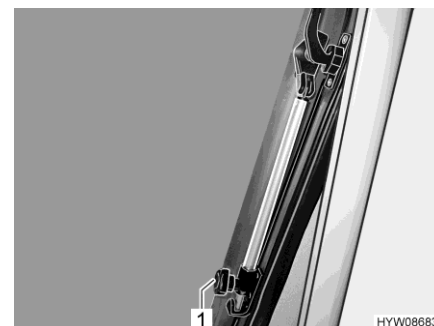

Bild 39 Vridspärr (taklucksfönster)
- Taklucksfönstret öppnas till önskat läge och fixeras med ratten (Bild 39,1).
- Vrid den lettrade hylsan (Bild 39,1) tills låsningen släpper.